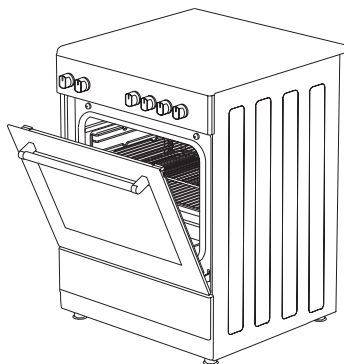

Figura 30
3. Colocar o painel de segurança sob o painel de controle abrindo o vidro da tampa frontal do forno. (figura 30)